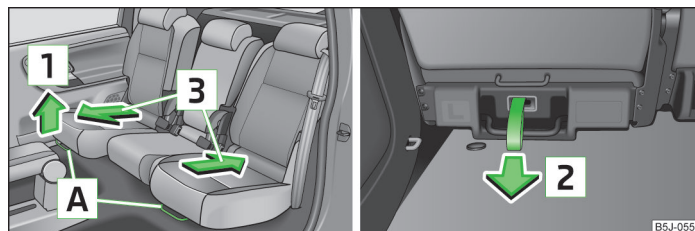

Abb. 37 Entriegelung vorn / hinten
- Den Hebel **A** » Abb. 37 nach oben in Pfeilrichtung **1** oder an der Entriegelungsschlaufe in Pfeilrichtung **2** ziehen und den Sitz in die gewünschte Position in Pfeilrichtung **3** verschieben.